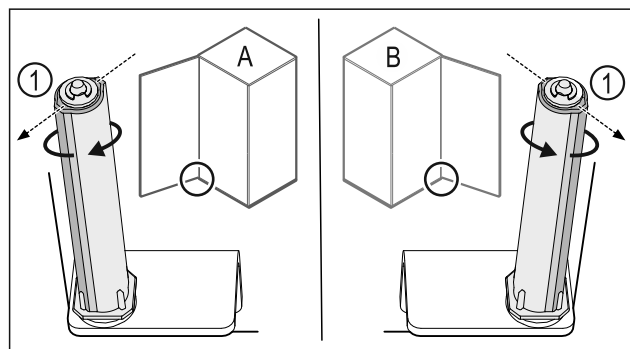

Fig. 37 Ľavý doraz (A)/pravý doraz (B)
- ▶ Otáčajte systém zatvárania proti odporu, kým nebude mostík systému zatvárania Fig. 37 (1) ukazovať von.